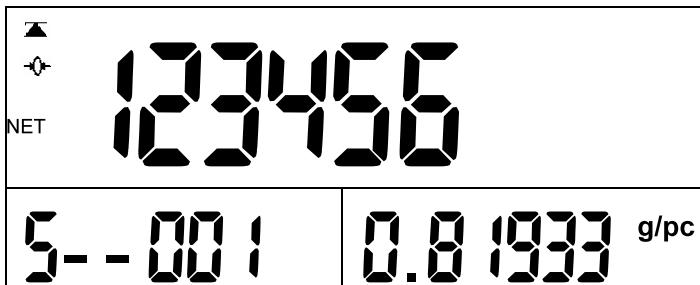

图 37
a. 在调用数据后，长按**警示预设**第一屏显示如图 37：(数量窗口显示**物料号**、重量窗口显示**地址**、单重窗口显示**单重值**)